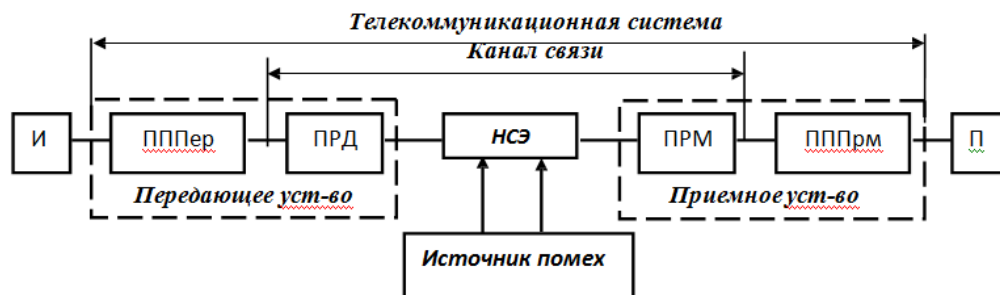

Рис.5. Обобщенная структурная схема систем электросвязи
3. Совокупность оборудования (аппаратуры) для передачи/приема сигналов электросвязи называется *системой электросвязи* или *телекоммуникационной системой* (рис.5).